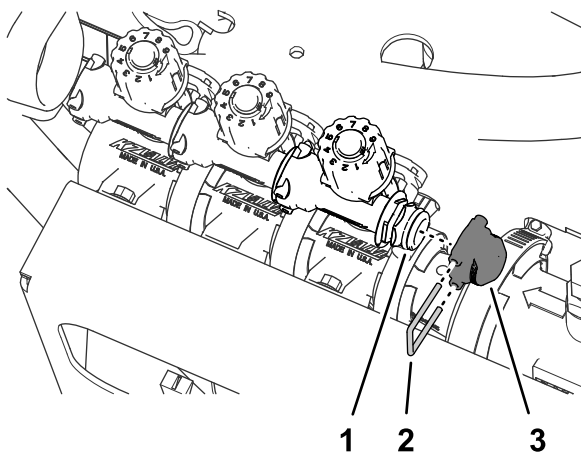

Рисунок 65
3. Снимите держатель, который крепит крышку к быстроразъемному штуцеру перепускного клапана, и снимите крышку (Рисунок 65).